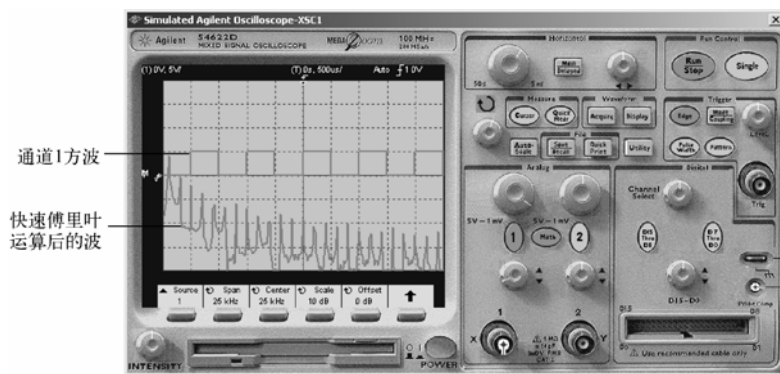

图 5-146 标准方波快速傅里叶分析
单击“Math”按钮后，示波器屏幕将显示如图 5-146 所示的数学运算软按键。其中，Setting 为设置软按键，单击“Setting”软按键后，会有不同的设置内容弹出，具体内容将在介绍各数学运算中分别给予说明。
1) FFT 快速傅里叶变换软按键：单击 FFT 软按键后，通过 FFT 数学运算，可将时域 (YT) 信号转换为频率分量 (频谱)。再单击 Setting 软按键，将会弹出快速傅里叶变换运算所需的设置内容，如图 5-146 所示。图中各软按键的功能分别为：选择函数源、调整频率跨度、调整中心频率、调整刻度、调整直流偏移量。当需改变某一功能的设置时，只要单击该软按键，并旋转旋钮即可。图 5-146 输出的是标准方波快速傅里叶分析结果，各功能按键的设置值如图 5-146 所示。